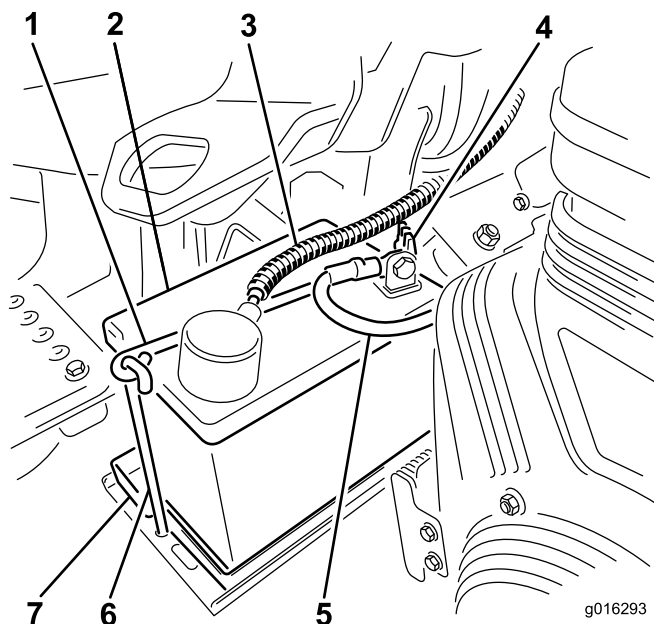

Figura 8
7. Posizionate la batteria nel portabatterie e fissatela con il morsetto e gli elementi di fissaggio precedentemente rimossi (Figura 8).
8. Collegate il cavo positivo (rosso) al morsetto positivo (+) e il cavo negativo (nero) al morsetto negativo (-) della batteria, e fissateli con i bulloni e i dadi (Figura 8). Fate scorrere la guaina di gomma sul morsetto positivo per evitare un cortocircuito.